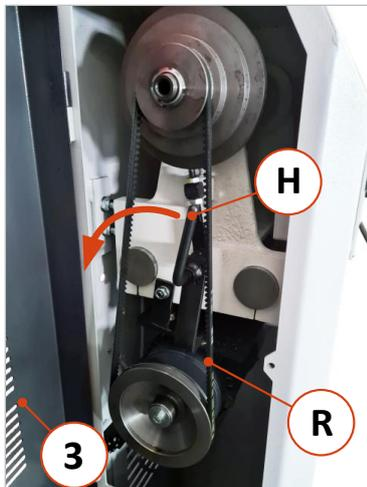

Abbildung 10: Drehzahleinstellung
- Spindel mit Drucktaste (B) ausschalten und Stillstand abwarten.
- Öffnen Sie nun die Wartungstüre (3) auf der linken Maschinenseite.
- Siehe ⇒ Abbildung 10: Schwenken Sie den Spannhebel (H) um 90° nach links, um den Riemen (R) zu lösen und legen Sie ihn gemäß der nachfolgenden Tabelle auf die gewünschte Drehzahl um: